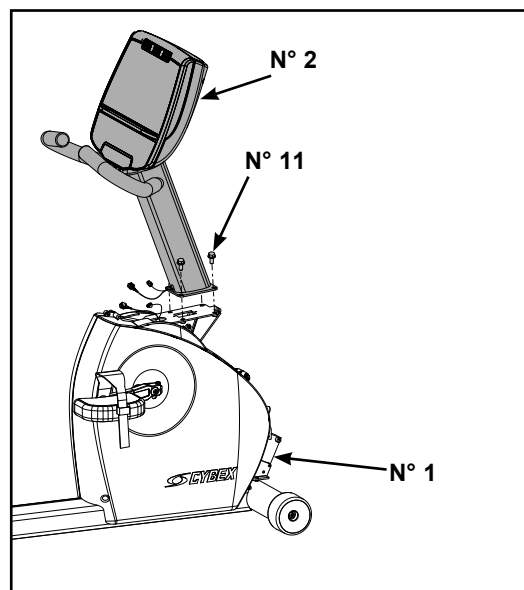

Figure 3
- A. Repérez l'assemblage de la console (n° 2), les quatre vis de montage 5/16-18 x 0,75 po (n° 11). Reportez-vous à la figure 3.
- D. Enfilez à la main les deux autres vis de montage 5/16-18 x 0,75 po (n° 11). Reportez-vous à la figure 3.